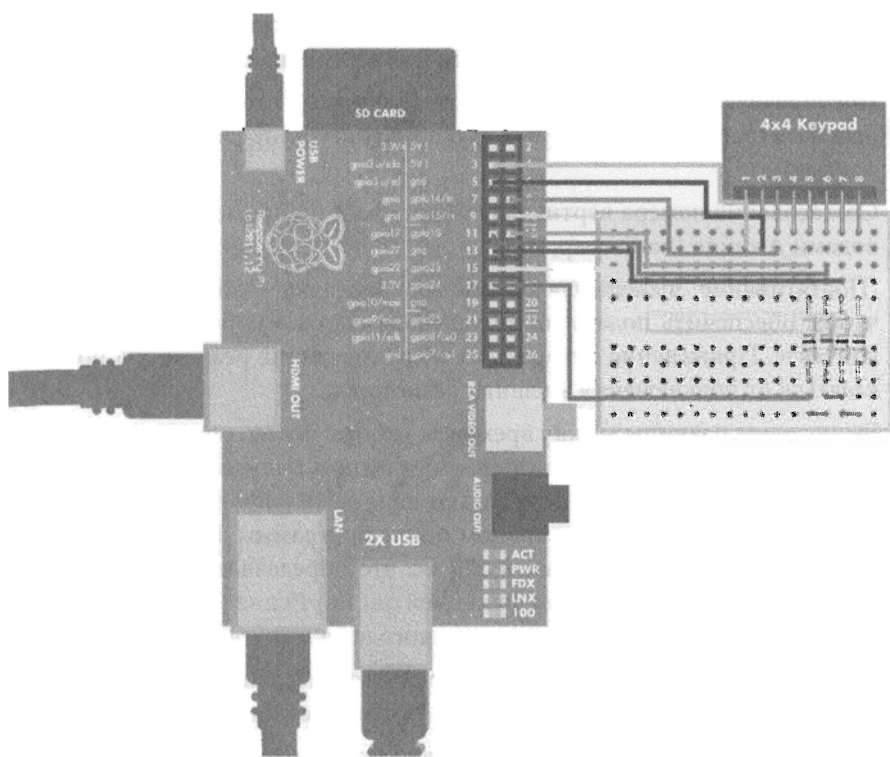

Рис. 9.3. Схема подключения цифровой клавиатуры к Raspberry Pi (см. цветную вклейку)
На рис. 9.3 показана схема подключения цифровой клавиатуры к Raspberry Pi. После ее реализации выполните программный код из листинга 9.2.
- ❶ Убедитесь, что копия файла библиотеки `botbook_gpio.py` располагается в том же каталоге, что и файл текущей программы. Указанная библиотека, а также все файлы проектов настоящей книги доступны на сайте, указанном во введении. Детально о настройке портов GPIO в Raspberry Pi см. в главе 1.
- ❷ Сопоставление физической позиции клавиши (например, строка 1, столбец 0) с ее числом (например, 4).
- ❸ Сопоставление вертикальной дорожки (например, 2) с выводом GPIO (например, `gpio14`).
- ❹ Проверка частоты опроса клавиатуры (не чаще 30 мс). Подобная проверка пригодится вам при использовании функции `getKeyPress()` в других программах. В данном примере функция `main()` вызывает функцию `getKeyPress()` настолько редко, что указанная проверка необязательна. Функция `time.time()` возвращает интервал в секундах, прошедший с начала отсчета времени в Unix, например 1376839738.068395. Это значение сравнивается со временем получения сигнала от последней опрошенной клавиши (также выражается в секундах и определяется от начала отсчета времени в Unix). За начало отсчета в Unix принимается временная точка 00:00:00, 1 января 1970 года, согласно всемирному координированному времени (UTC).
- ❺ Подайте на одну из вертикальных дорожек сигнал низкого уровня. На остальных оставьте сигнал высокого уровня.
- ❻ Как только на одной из горизонтальных дорожек образуется сигнал низкого уровня, с помощью подтягивающих резисторов на остальные горизонтальные дорожки подается сигнал высокого уровня (рис. 9.3).
- ❼ Нажатая клавиша определяется по пересечению горизонтальной и вертикальной дорожек, на которых поддерживается сигнал низкого уровня.
- ❽ Перевод дорожки обратно в режим `INPUT`, чтобы обеспечить ей состояние высокого импеданса, предотвращающее искажение измерений.
- ❾ Выход из цикла `for` (нажатая клавиша определена).